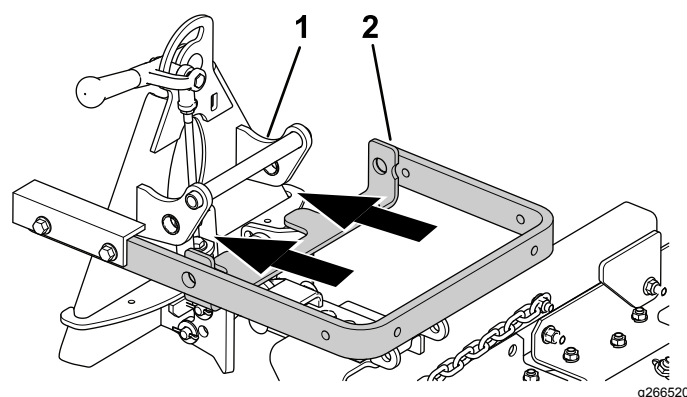
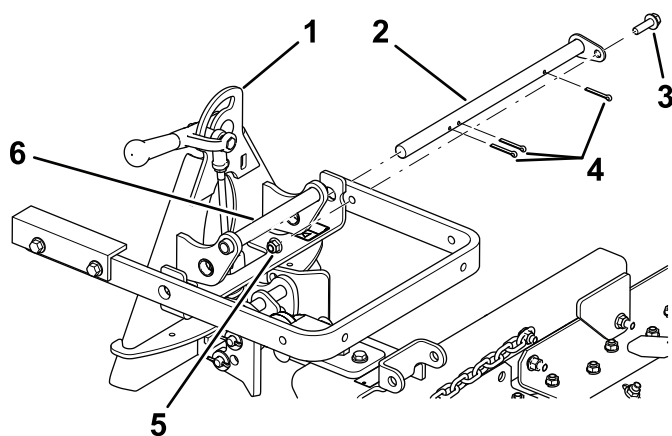

図 4
図 5
- 昇降アームを、アタッチメントアダプタのブラケットに整列させ図4、ピボットバーを使って、図5のように接続する。
注 アタッチメントアダプタを動かす時には、アダプタの後部についているハンドルを使ってください図4。
- ピボットバー図5を固定するコッターピン3本とボルト $\frac{3}{8}$ x $1\frac{1}{4}$ " とロックナット $\frac{3}{8}$ " を使用。